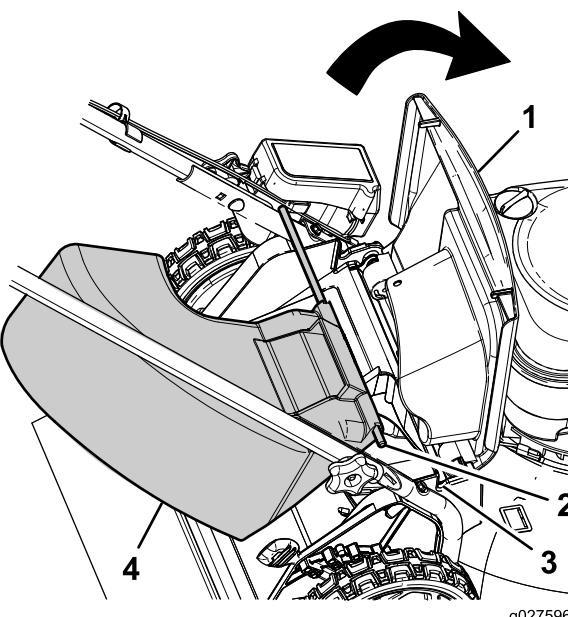

Figura 20
1. Levantar o defletor traseiro (Figura 20).
2. Insira as extremidades da barra da calha de descarga lateral nos entalhes dos suportes do manípulo (Figura 20).